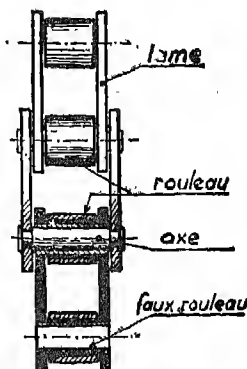

Fig. 6. — Chaîne de transmission.
b) La *chaîne de transmission*, toute en acier, est composée de *maillons* formés de *lames* articulées à leurs extrémités sur des *axes* (fig. 6). Des *rouleaux* creux entourent ces axes, ce qui a pour effet de remplacer par un roulement le glissement des axes contre les dents de la roue, et par suite, d'éviter des pertes de travail par frottement.